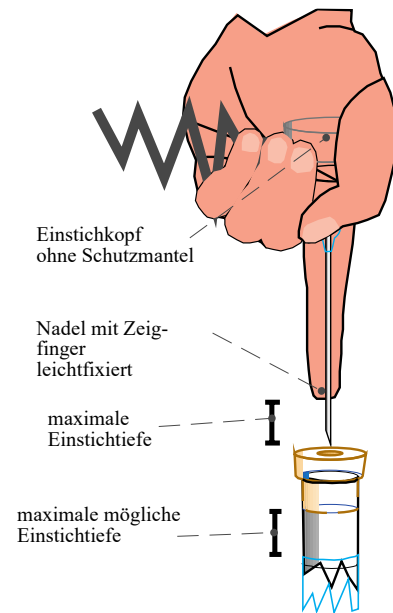

Abbildung 2 :
- Anmerkung: Erfahrungsgemäß kann zügiger gearbeitet werden, wenn der Schutzmantel der Nadel entfernt wird (siehe Abb. 2). Damit verbunden ist allerdings ein Verletzungsrisiko. Das Arbeiten ohne Schutzmantel geschieht auf eigene Verantwortung. Für Transport und Entsorgung von Nadeln, ist immer ein Nadelköcher zu verwenden